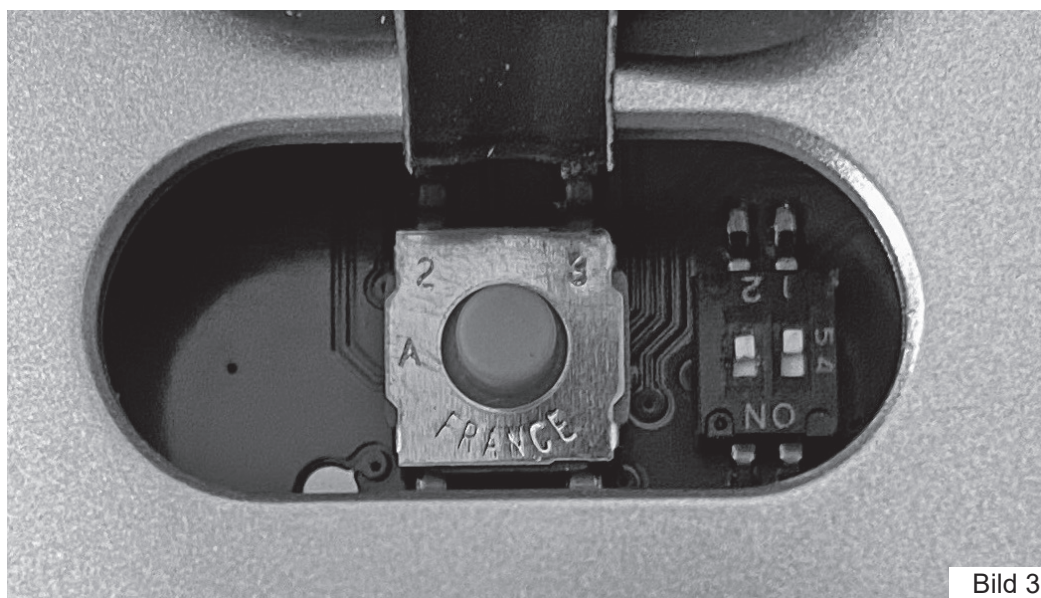

Bild 3
- 2.1 Bei Verwendung eines „TEL“ Handsenders auf unidirektional umstellen. Dafür den Dip-Schalter 2 unter der Lerntaste P auf OFF stellen (Nach oben schieben) (Bild 3).